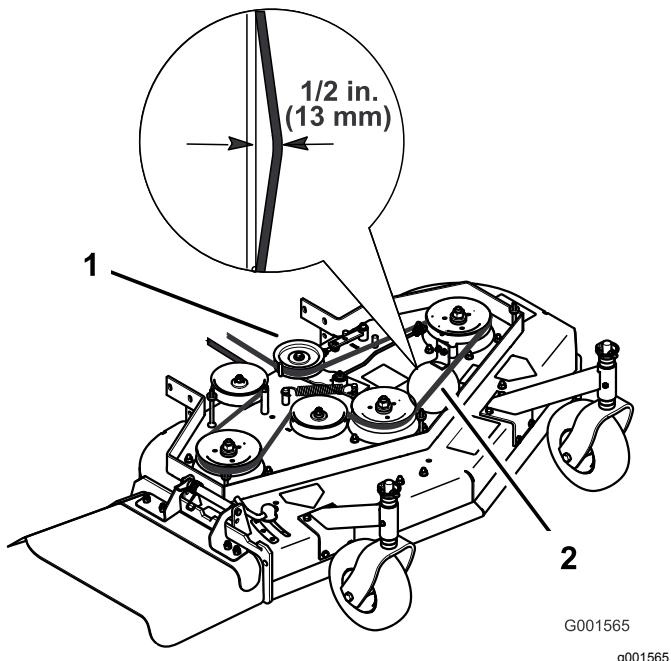

Figura 40
- Gire el tensor hacia la parte delantera de la máquina para reducir la tensión de la correa (Figura 40).